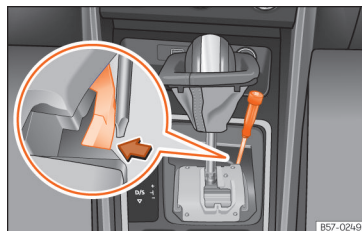

Fig. 156 Alavanca seletora: desbloqueio de emergência a partir da posição de estacionamento.
- Com a ajuda da parte plana de uma chave de fendas, pressione lateralmente a patilha amarela e mantenha-a pressionada » » Fig. 156 .